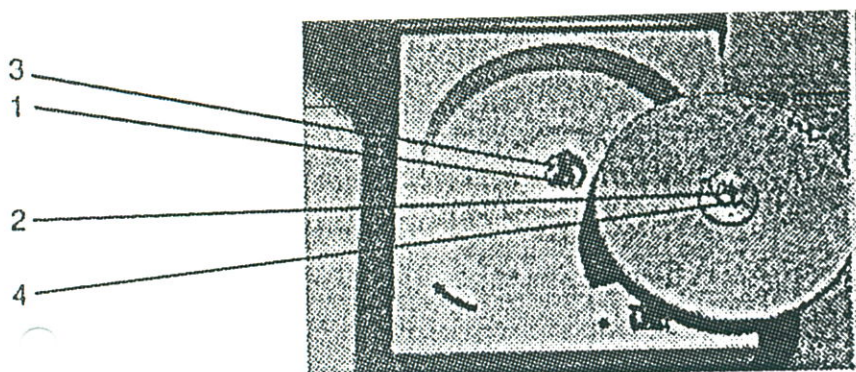

Fig 4
Rens motorens (1) aksel samt hullet (2) med en ren fnugfri klud og placer herefter rotoren på motorens aksel og sørg for at akslens stift (3) glider ind i rotorens hak (4). (Se fig. 4 og 5).